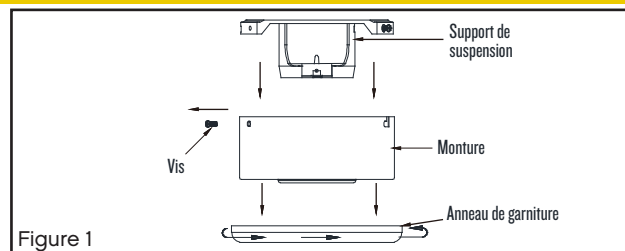

Figure 1
- 1 Retirez la boule de suspension de la tige de suspension en desserrant la vis de pression située sur le côté de la boule de suspension. Faites glisser la boule de suspension vers le bas et retirez la contre-goupille de la boule. (Fig. 1)